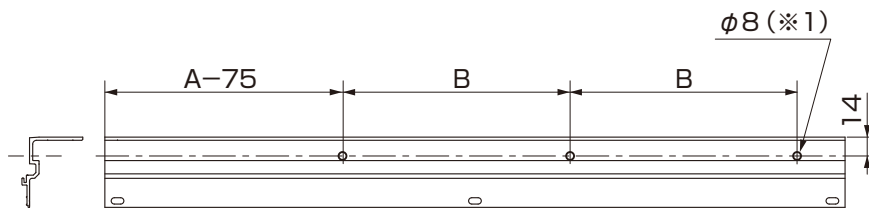

図5-8 上レールステーの加工(引込み側)
②天井横枠A取付けネジの取付ピッチにあわせて上レールステーへφ8の下穴(※1)をあけてください。(図5-8参照)